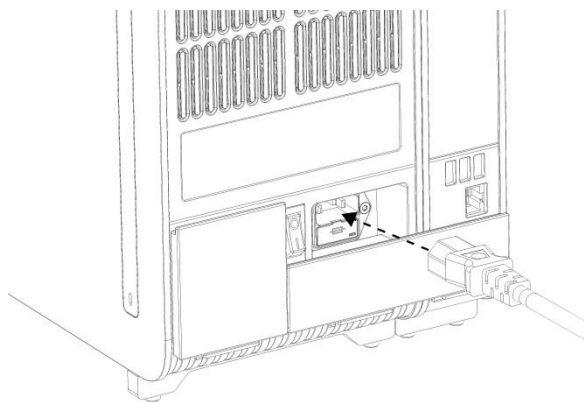

Figura 7. Ligação do cabo de alimentação.
7. Ligue o cabo de alimentação fornecido com o QIAstat-Dx Analyzer 1.0 à parte traseira do módulo analítico (Figura 7).